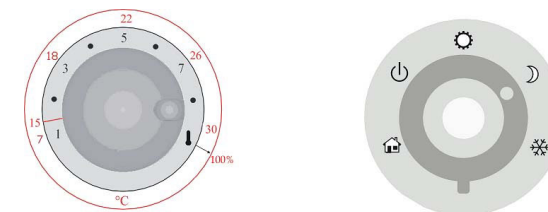

Figure 3: Echelle des boutons
2. Tourner le bouton de réglage pour sélectionner la température désirée (voir Figure 3). On peut régler la température d'ambiance entre 7°C et 30°C où le numéro 1 correspond à environ 7°C. A la fin de l'échelle de réglage, il y a la position 100%, qui réchauffe continuellement à la puissance maximum. L'échelle de température n'est pas linéaire. Utiliser l'échelle ci-dessus pour choisir la température désirée.
2. Tourner le bouton de réglage pour sélectionner la température désirée (voir Figure 3). On peut régler la température d'ambiance entre 7°C et 30°C. L'échelle de température n'est pas linéaire. Utiliser l'échelle ci-dessus pour choisir la température désirée. Note: pour avoir la fonction 100% il faut sélectionner le mode confort.
Sélectionner cet ordre pour maintenir la température d'ambiance d' environ 3.5°C plus basse de la température confort (échelle indiquée dans la figure 3)